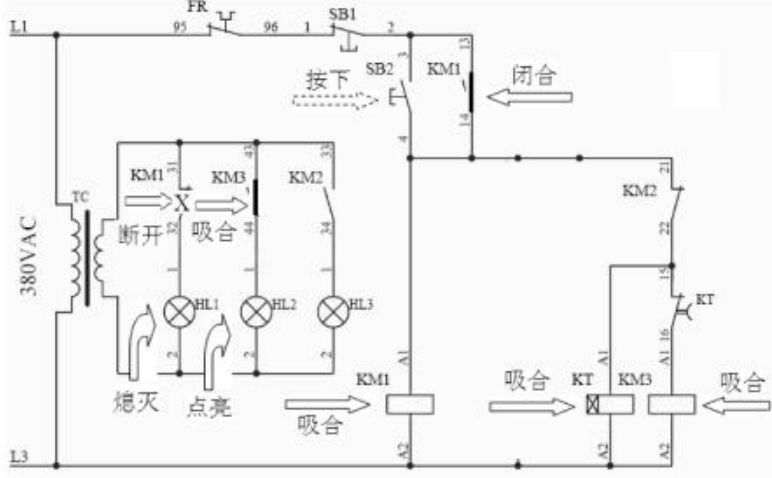

图 4 供电和接线形式同时动作电路星形起动状态
回路 L1→FR:[95]→FR:[96]→SB1:[1]→SB1:[2]→SB2:[3](KM1:[13])→SB2:[4](KM1:[14])→KM2:[21]→KM2:[22]→KT:[15]→KT:[16]→KM3:[A1]→KM3:[A2]→L3 构成,接触器 KM3 线圈得电、接触器 KM3 动作吸合。此时电动机 M 定子线圈接成 Y 形,电路状态如图 4 所示。[44]断开,指示灯 HL2 熄灭。接触器 KM2 吸合,其辅助常开触头 KM2:[33]与 KM2:[34]]闭合,指示灯 HL3 点亮,标示电动机处在三角形接线的运行状态。
- 5.点击 Tools -> Board -> Boards Manager(见图 4)